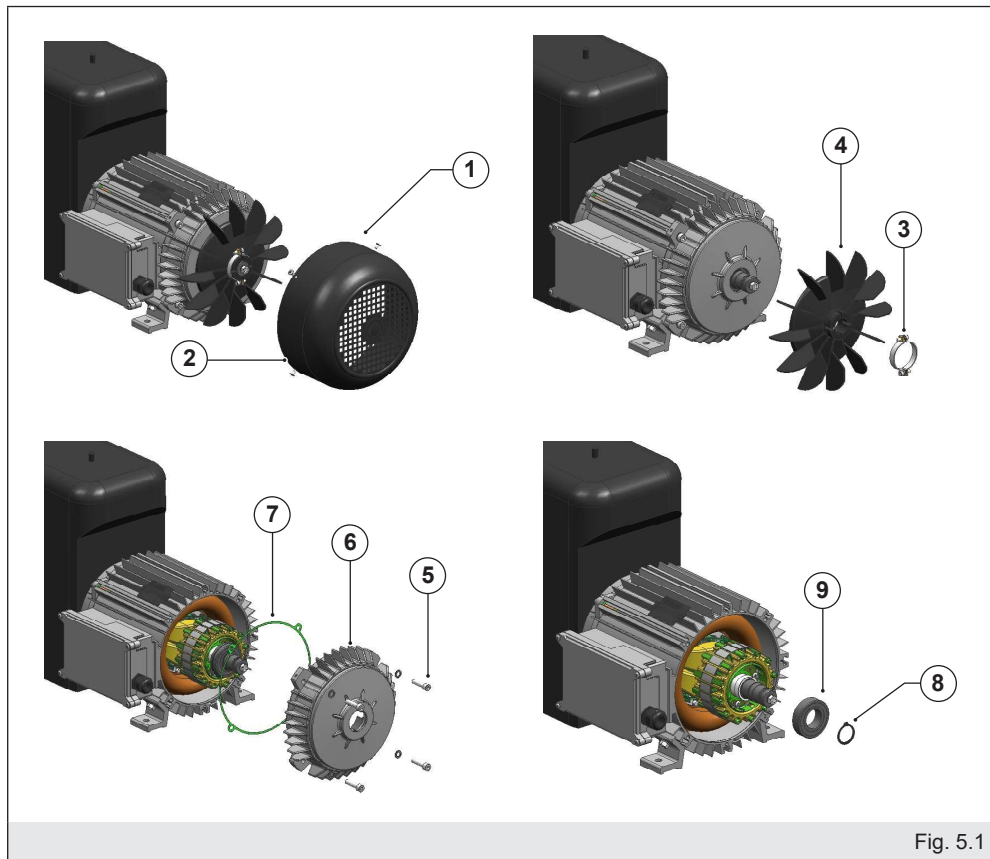

Fig. 5.1
- svitare le viti di fissaggio del copriventola (1 fig. 5.1) e disassemblare il copriventola (2) dal generatore.
- allentare le viti di serraggio della fascetta metallica (3) e sfilarla dal mozzo della ventola (4). Sfilare la ventola (4) dall'albero del generatore.
- svitare le viti di fissaggio (5) e disassemblare lo scudo (6). Fare attenzione a non perdere o danneggiare la guarnizione (7) posta fra cassa e scudo.
- Sfilare e sostituire il cuscinetto (9) togliendo l'anello seeger (8) di bloccaggio.
- Unscrew fan clamping screws (1 fig. 5.1) and remove the fan cover (2) from the generator.
- unscrew fixing screws on the metallic clamp (3) and take off the metallic clamp (3) from the fan hub. Take off the fan (4) from the generator shaft.
- unscrew shield clamping screws (5) and remove the shield (6). Pay attention to not damage or loose the gasket (7) seated between the shield and the case.
- remove the seeger ring (8) and replace the bearing (9).